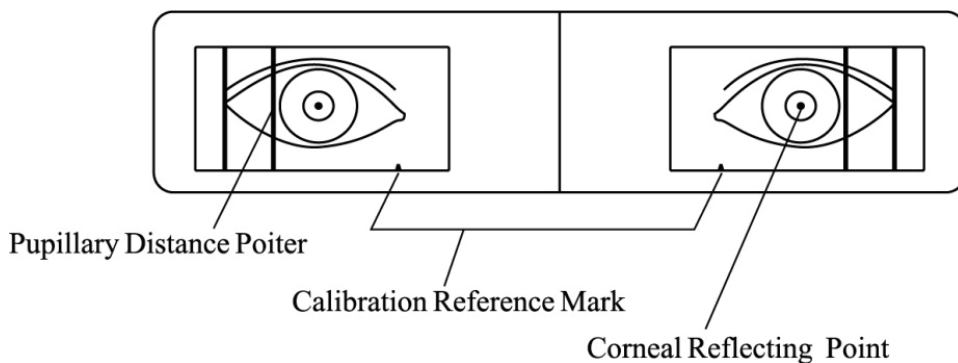
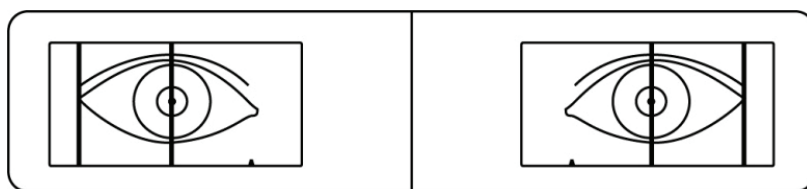

Fig. 7a (A visão que o testador observa através da janela de medição)
Fig.7b (Os ponteiros esquerdo e direito coincidem com os pontos brilhantes refletivos)
- d. O testador observa o ponto de luz refletido na pupila do testado através da janela de medição. Deslize as teclas de medição das pupilas esquerda e direita, os ponteiros de distância pupilar esquerda e direita coincidirão com os pontos de luz refletidos das pupilas esquerda e direita do testado, respectivamente (como mostrado na Fig.7a e Fig.7b). Os dados mostrados na janela de exibição são a distância pupilar medida.